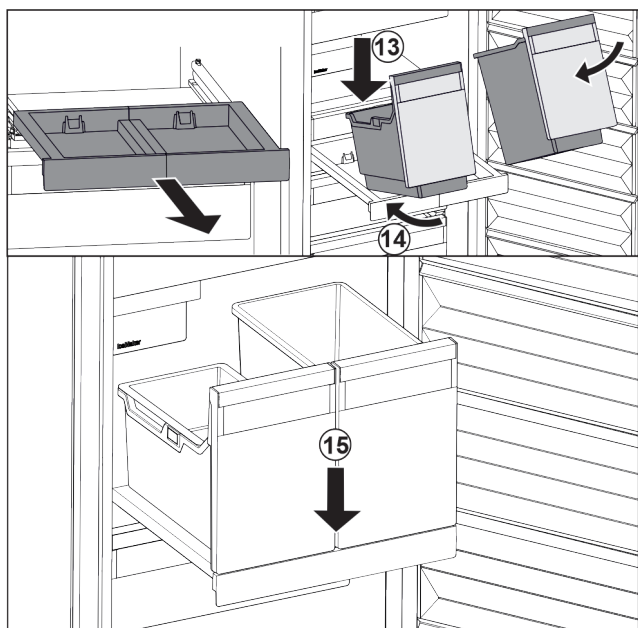

Fig. 86
- ▶ Założyć pojemnik pod skosem na wysuwaną półkę. Fig. 86 (13)
- ▶ Wsunąć pojemnik pod skosem do tyłu. Fig. 86 (14)
- ▶ Osadzić pojemnik z przodu. Fig. 86 (15)